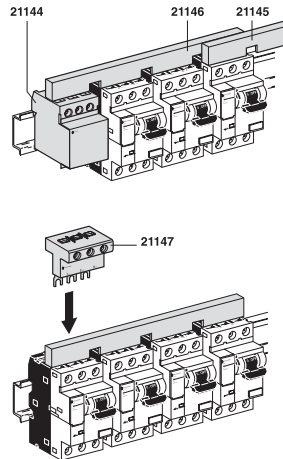

Fig. 8 - In bord met aansluitrail, aansluitblok en geïsoleerde connector.
- in bord (fig. 8) :
- voor 2 vertrekken (ref. 21145)
- voor 4 vertrekken (ref. 21146)
- aansluitblok (ref. 21144) voor voeding van aansluitrails stroomafwaarts - voor kabels 2,5 mm². Kan uitgerust worden met begrenzingsblok
- geïsoleerde connector (ref. 21147) voor voeding van aansluitrails of automaten P25M - voor kabels 25 mm².